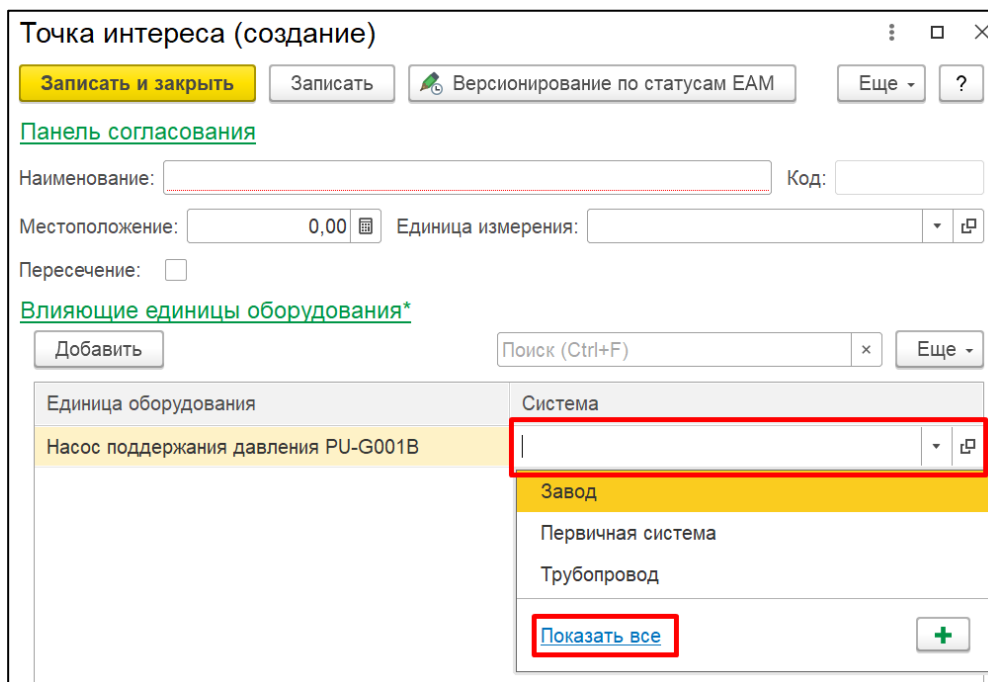

Рисунок 22. Указание системы для влияющей ЕО.
- «Система» - справочник «Системы» (см. Рисунок 22).